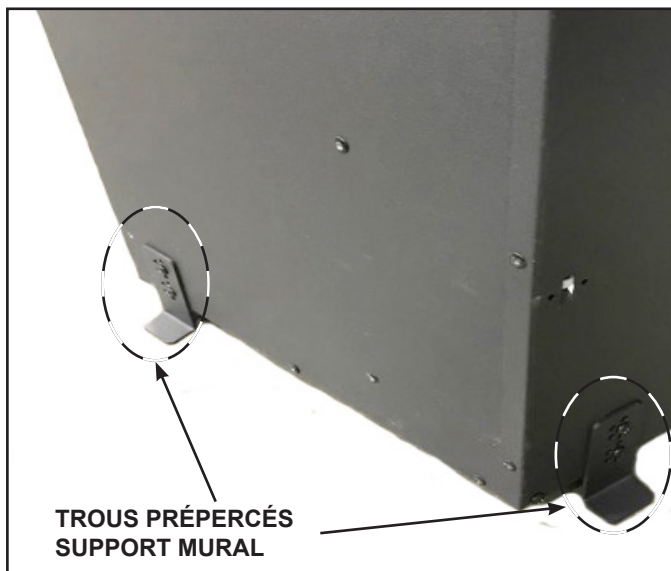

Figure 4.1 Emplacement des trous pré-percés
Si nécessaire, des supports de mise à niveau peuvent être installés. Installez les supports de nivellement (4) en les alignant avec les trous prédéfinis à la base de l'appareil. Utilisez deux (2) vis (ST4 x 6) par support pour les fixer à l'appareil. Voir la figure 4.1.